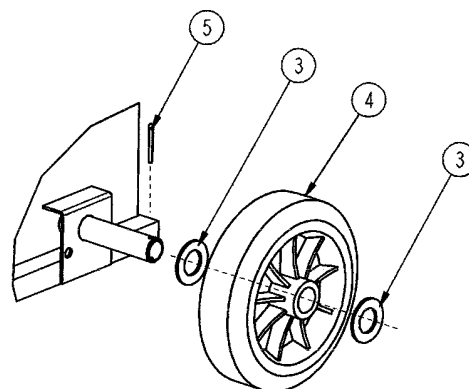

Fig. 3
- Slide the washer (3), wheel (4) and washer (3) against the wheel stop on the axle tube.
- Secure the cotter pin (5) in the provided hole of the axle tube (Fig. 3).
- Insertar en el tubo lateral la arandela (3), la rueda fija (4) y otra vez la arandela (3).
- Introducir el pasador de aletas (5) en el agujero lateral del tubo para evitar que se salga la rueda (Fig. 3).
- Introduire la première rondelle (3) dans le tube latéral, la roue fixe (4) ainsi que la seconde rondelle (3).
- Introduire la goupille à double branche (5) dans le trou latéral pour que la roue ne s'échappe pas (Fig. 3).